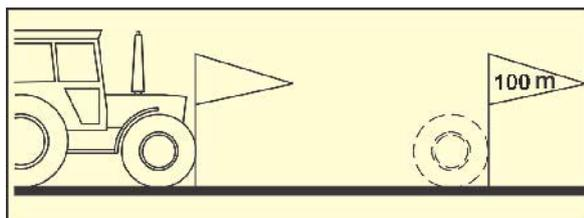

Fig. 10
1. Auf dem Feld eine Messstrecke von exakt 100 m abmessen. Anfangs- und Endpunkt der Messstrecke markieren (Fig. 10).